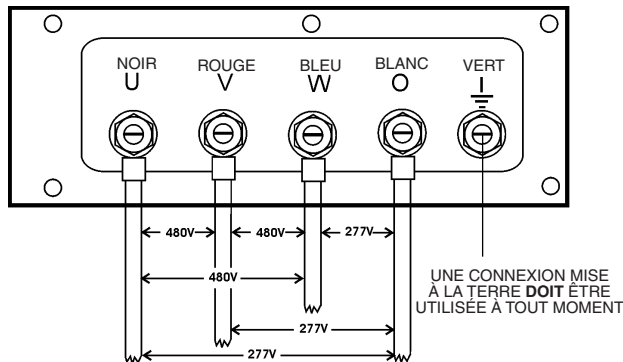

Figure 26. Cosses de sortie UVWO
2. Connecter les fils de charge aux bornes UVWO comme indiqué dans Figure 26.